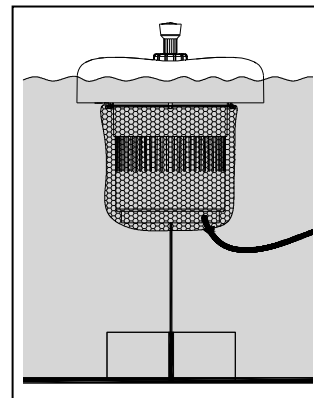

Fig. 3
3. Si está deseado, ancle la fuente en el estanque usando un objeto pesado (como una roca) y hilo. Corte una longitud de hilo más largo que la profundidad del estanque. Ate el un extremo de el hilo a al ancla y el otro extremo al anillo en la parte inferior del flotador. Fig. 3